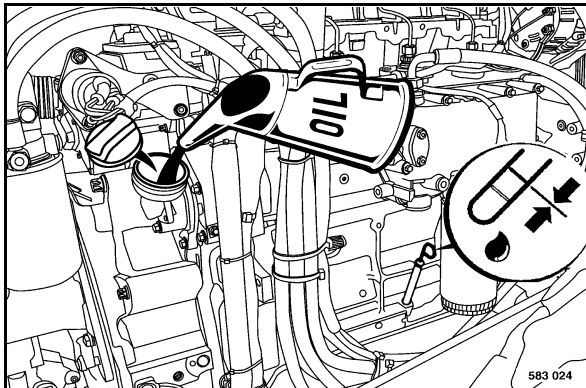

fig. 121
- Retirer la jauge d'huile (fig. 121), la nettoyer avec un chiffon propre non fibreux et l'introduire à fond.